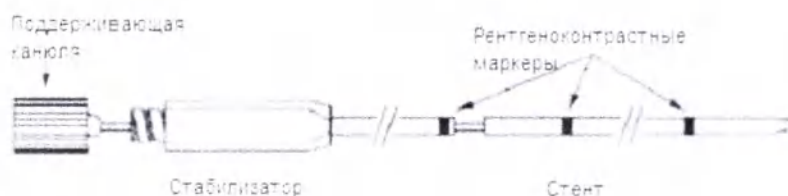

Рисунок 2. Сборка стента
3. Чтобы подсоединить гибкую поддерживающую канюлю к стенту сначала натяните выпрямитель типа «пигтейл» на стент (сначала на проксимальный конец, а потом на дистальный) и выпрямите завитки. После того, как канюля подсоединена к стенту, удалите выпрямитель типа «пигтейл». См. Рисунок 2.